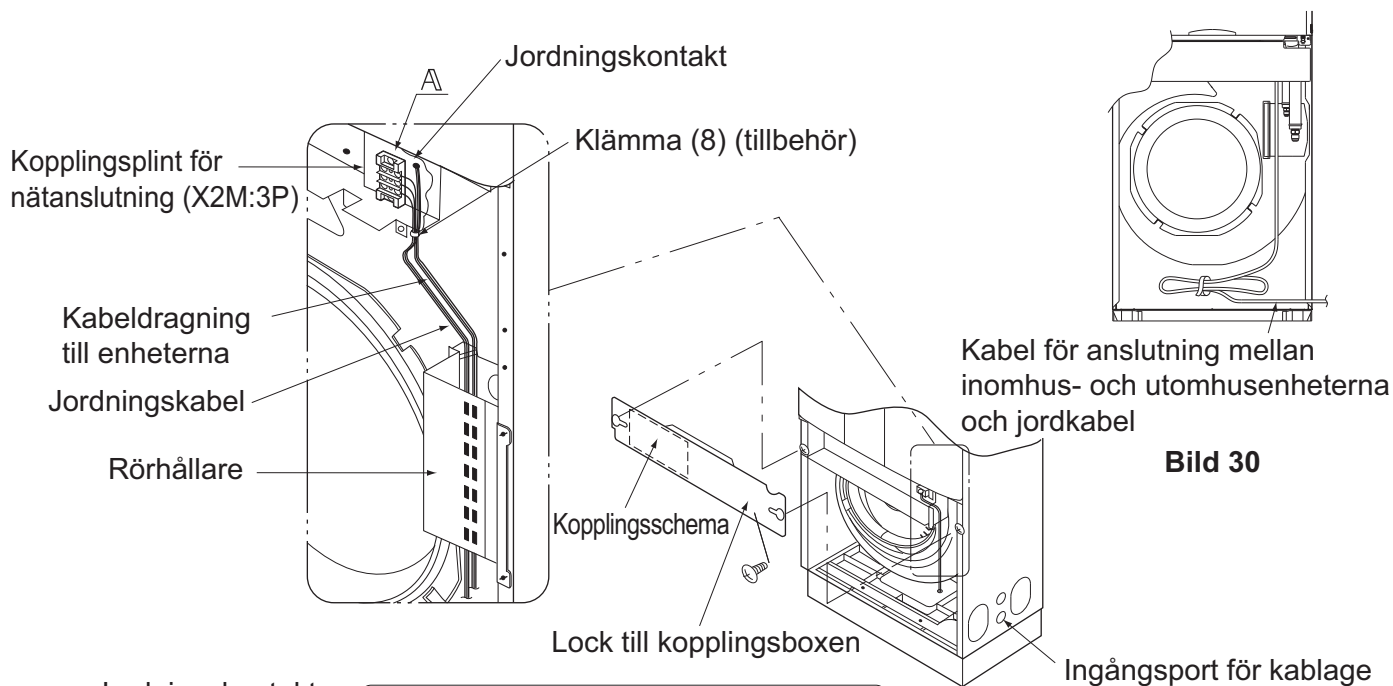

Bild 30
- Led anslutningsledningarna och jordledningarna inuti rörtryckplattan. Ledningar som ansluter enheterna och jordledningen till rörhållaren. Håll de extra ledningarna prydliga på en plats som visas i **bild 30**. Ledningarna kan komma i kontakt med andra delar, t.ex. fläkten, vilket kan leda till att inomhusenheter skadas.